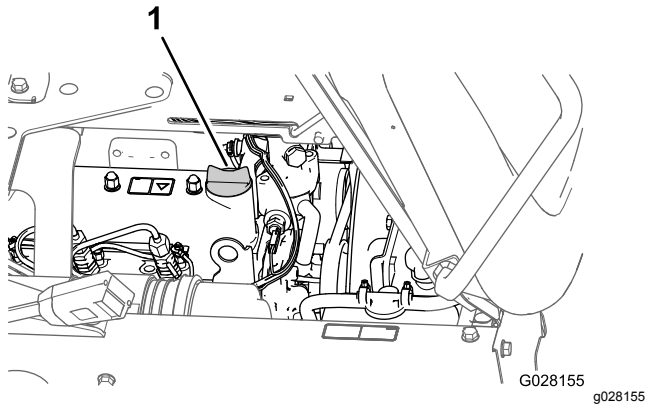

Bild 19
3. Nehmen Sie bei niedrigem Ölstand den Fülldeckel von der Ventilabdeckung (Bild 19) ab und gießen Sie Öl in den Füllstutzen, bis der Ölstand an der Voll-Markierung am Peilstab liegt.